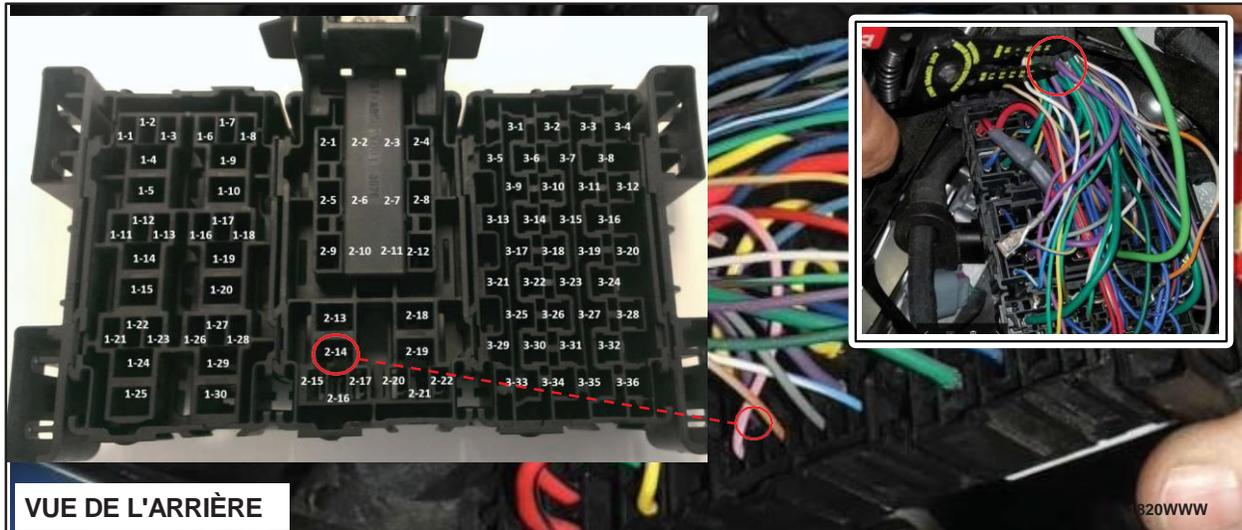

FIGURE 29
32. Déposer le fil depuis les broches 2-14 et le couper. (Figure 29)